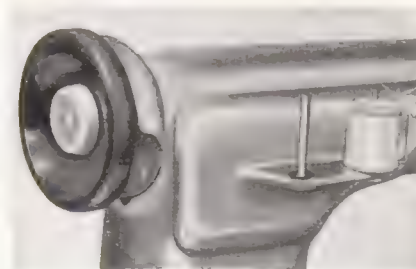

Abb. 39.
3. Die Klappe auf der Rückseite der Maschine (Abb. 39) öffnen. Dadurch wird der Musterschablonensatz, der wie Bewegung der Nadelstange steuert und so die verschiedenen Ziernähte hervorbringt, zugänglich.